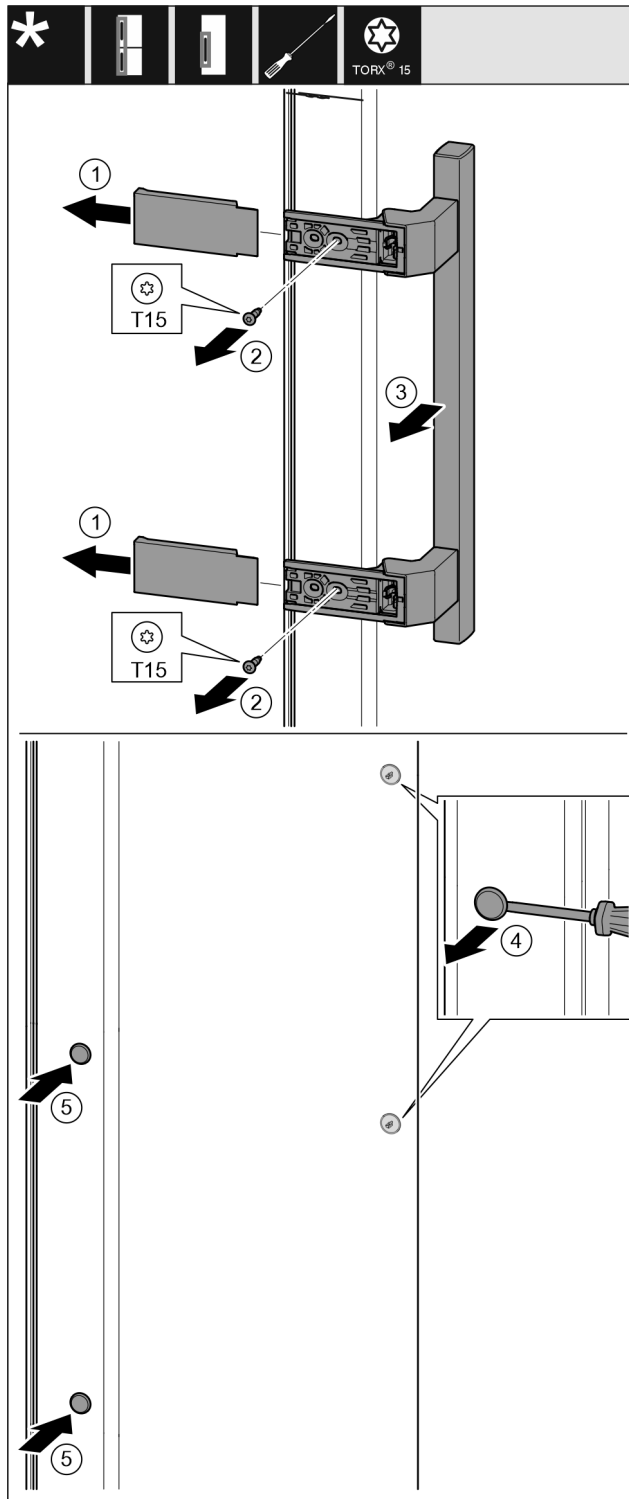

Fig. 11
- ▶ Зніміть кришку. Fig. 11 (1)
- ▶ Викрутіть гвинти за допомогою викрутки Torx 15. Fig. 11 (2)
- ▶ Зніміть ручку. Fig. 11 (3)
- ▶ За допомогою шліцевої викрутки обережно підніміть бокову заглишку та витягніть її. Fig. 11 (4)
- ▶ Вставте заглишку з іншого боку. Fig. 11 (5)